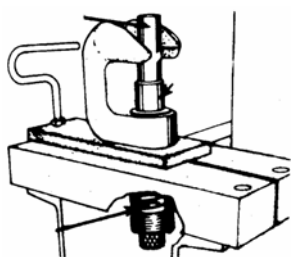
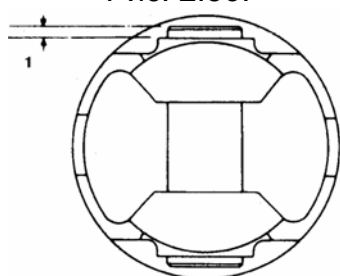

Рис. 2.56.
Рис. 2.57.
Вставьте шатун в поршень в соответствии с ранее сделанными метками. Запрессуйте палец на приспособлении (рис. 2.56) с гидравлическим прессом и комплектом специальных оправок. Усилие при запрессовывании – от 4,9 до 16,0 Тс. При запрессовывании пальца проверьте величину его выступа (1) (рис. 2.57) с обеих сторон поршня.